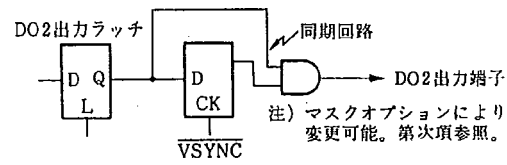

図 7
MN1227A, MN1257Cには、4ビットのラッチ付出力があり、DO0~DO3に書き込まれたデータが出力されます。電源投入時にはDO0~DO3は不定です。ただし、MN1227AのDO2端子はVSYNCと同期していません(図7)が、MN1257Cは同期していません。
(1)-1 MN1227A: VSYNC同期出力モード(図7参照)